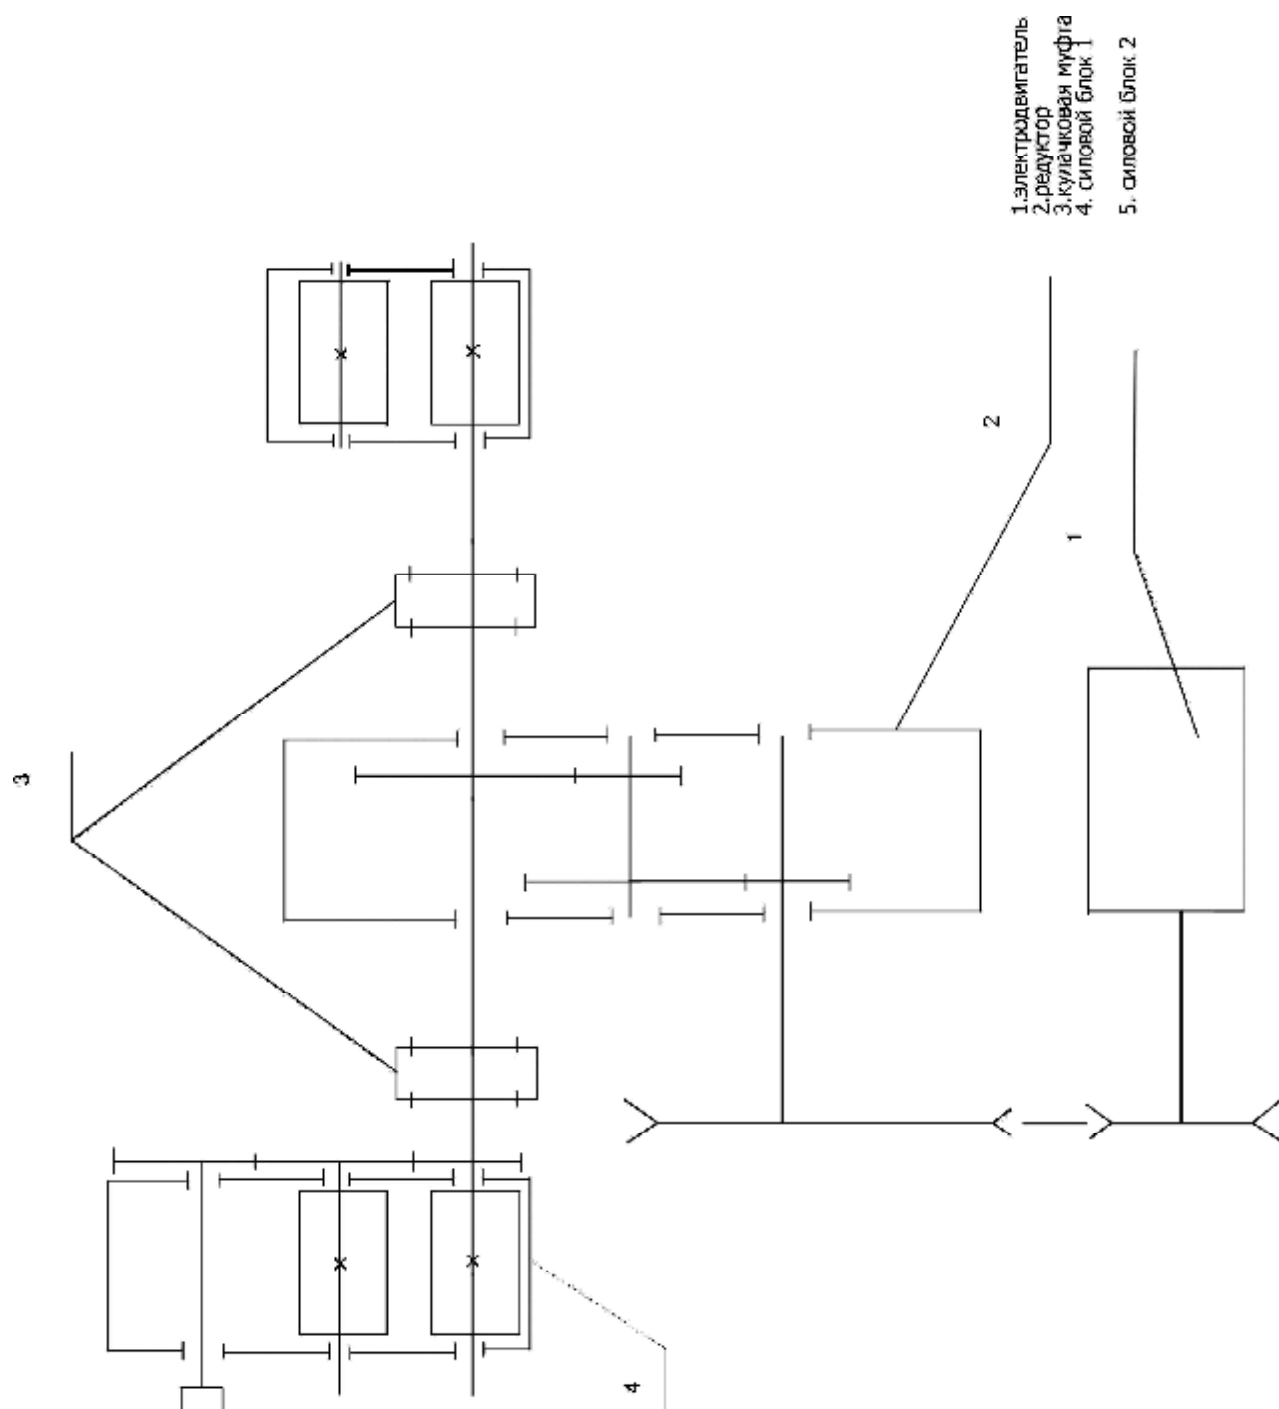

Рис.1
4.3. Принцип работы (см рис.1.)
Приложение: кинематическая схема (рис.1)
- Установить каретку (9) на консоль (14) (см. рис.1) в положение, соответствующее желаемой длине элемента и закрепить его.